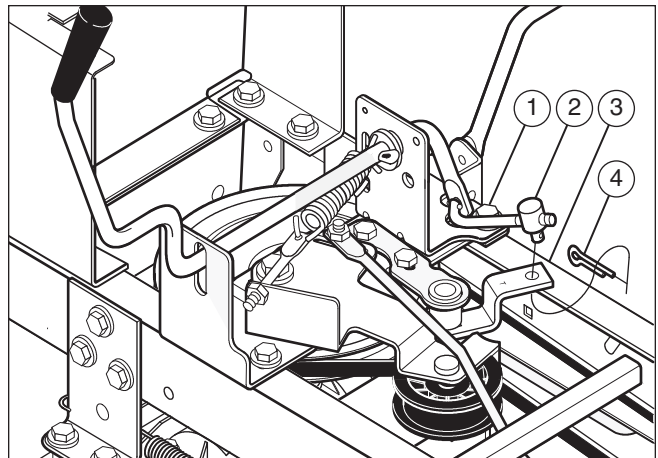

Figure 18
2. Enlever l'écrou de réglage (2) du support de levier de vitesses (3) (**Figure 18**).
6. Raccrocher l'écrou de réglage (2) au support de levier.
7. Retirer l'écrou de réglage (2) de la plaquette de vitesses (3) (Figure 18). Tirer la courroie motrice et la placer autour de la plaquette de vitesses.